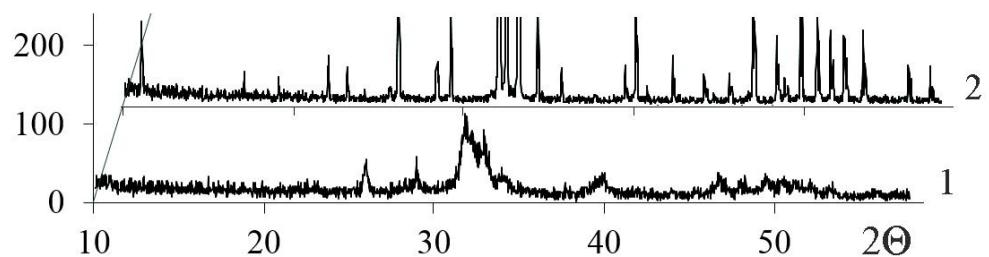

Рис. 5 Рентгеновские дифрактограммы образцов керамики гидроксиапатита
6. По представленным на рис. 5 рентгеновским дифрактограммам ($\lambda_{K1}=0,154$ нм) образцов № 1 и 2 керамики гидроксиапатита (структурная формула $\text{Ca}_{10}(\text{PO}_4)_6(\text{OH})_2$) сделайте обоснованный вывод, какой из образцов был подвергнут длительному термическому отжигу при температуре, превышающей 0,4 от температуры плавления, при условии, что исходные образцы имели одинаковую зеренную структуру.